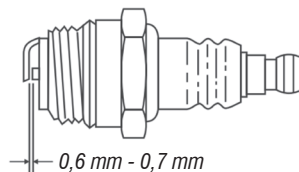

Fig. 9 – Huelga de la bujía
7. Para un correcto funcionamiento, la distancia de los electrodos de la bujía debe estar entre 0,6 mm y 0,7 mm, Fig. 9.